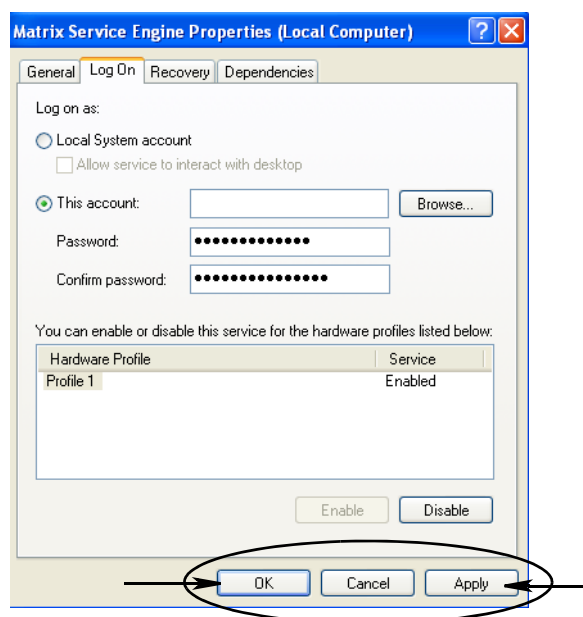

FIG. 60
- Si l'ordinateur ne peut pas trouver le nom d'utilisateur, le message d'erreur indiqué à la FIG. 60, page 55 s'affiche. Passez à l'étape j.
- i. Cliquez sur le bouton Apply pour valider les modifications, puis sur le bouton OK (FIG. 60).